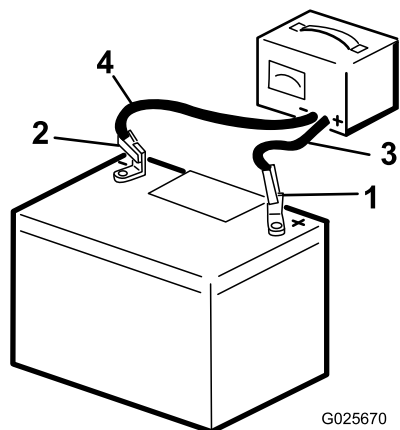

Рисунок 30
1. Заряжайте аккумулятор в течение 10-15 минут током 25-30 Ампер, или 30 минут током 4-6 Ампер (**Рисунок 30**).
- После полной зарядки аккумулятора отсоедините зарядное устройство от электророзетки и штырей аккумулятора (Рисунок 30).